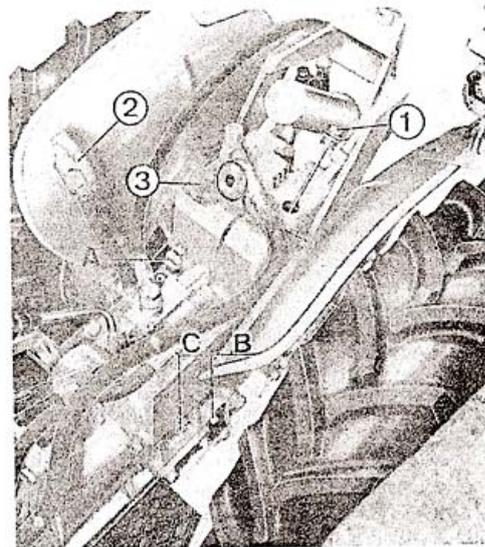

Fig 9
d) Vidange de la boîte du pont arrière (fig. 9).